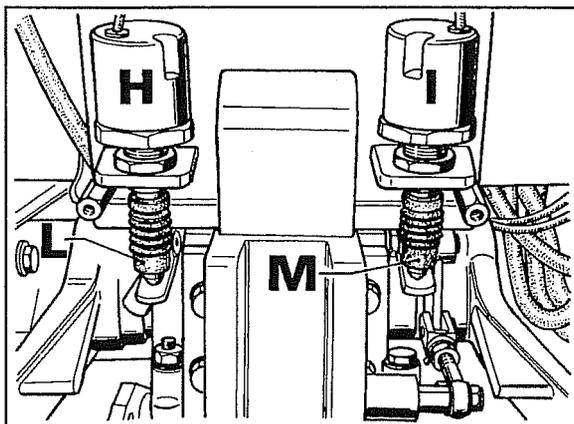

Abb. 47
1. Das hintere Schutzblech abnehmen, das am Träger des Fahrersitzes angebracht ist, um die Sensoren mit ihrem Gestänge (siehe Abb. 47) freizugeben, von denen **H** der Sensor der Lageregelung und **I** der Sensor der Zugkraftregelung ist.
3. Sicherstellen, daß die Spitzen **L-M** so angeordnet sind, daß sie Kontakt mit den entsprechenden Gestängen haben und daß sie in etwa so angeordnet sind, wie in der Abb. 47 gezeigt.
Den Ablesebereich von 4,6 kOhm bis 740 Ohm erhält man, indem man den Kraftheber ganz senkt und die Kontaktspitzen **L** und **M** (Abb. 47) der Sensoren von Hand eine Exkursion ausführen läßt, von ganz heraus bis ganz hinein.
Hinweis - Um die Exkursion des Kontaktspitze **R** zu erhalten, ist die Verbindungsstange mit dem Anschluß des oberen Lenkers und dem Gestänge zum Ansteuern des Sensors abzutrennen (siehe Abb. 47).